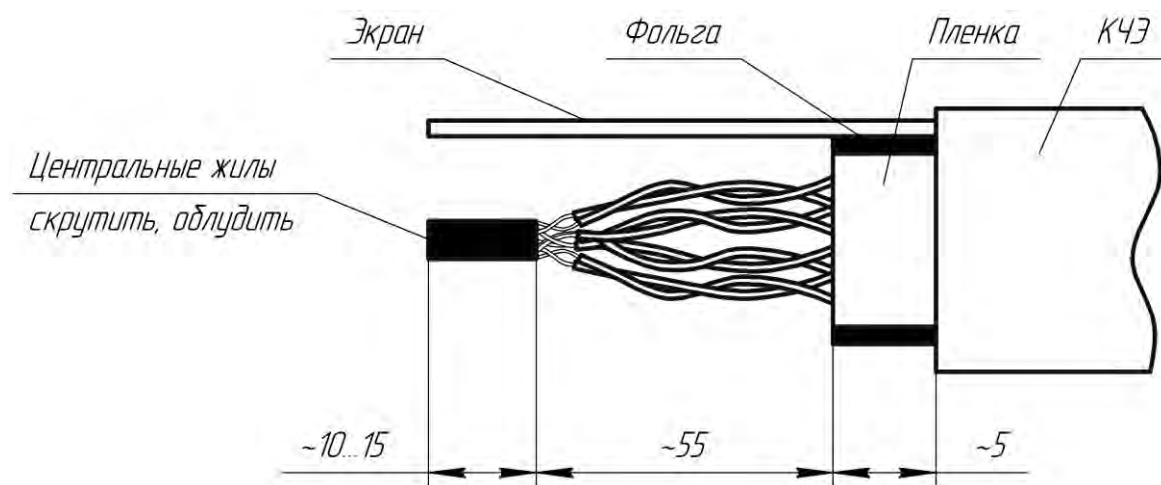

Рисунок 3.7
3.8.1 Разделку кабеля КЧЭ (рисунок 3.7) производить в следующей последовательности: